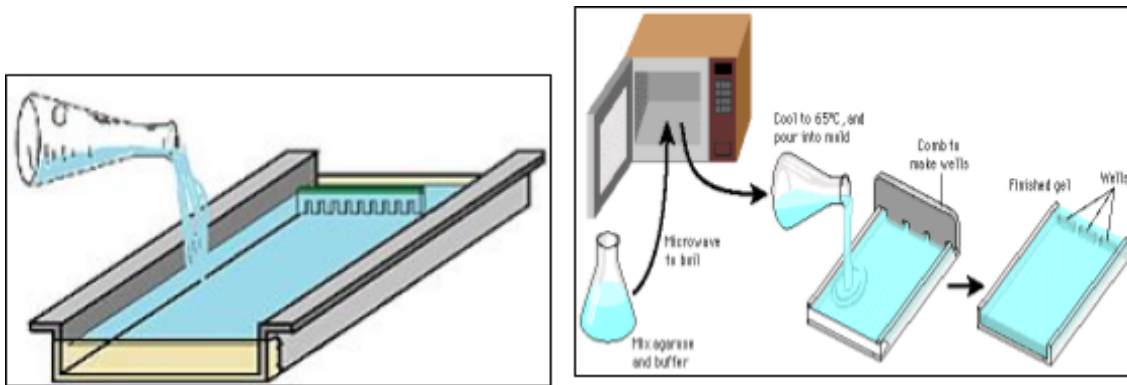

Figura 2. Protocolo de elaboración del gel de agarosa
9. Verter la mezcla al molde para gel (ver Figura 2) y asegurarse de poner la peiqueta que generará los pozillos (ver Figura 2).